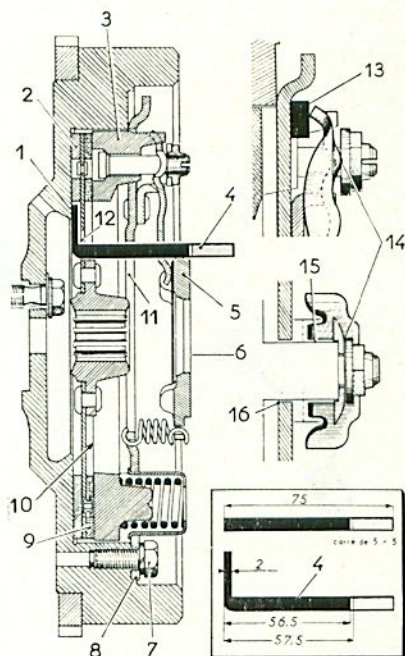
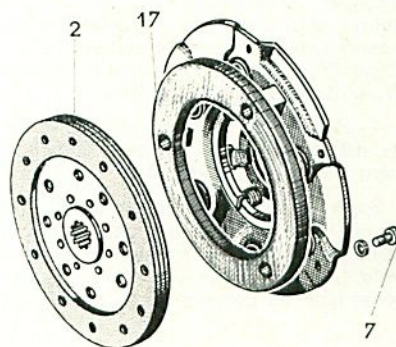

Figure EMB 3.
Figure EMB 4.
REPLACEMENT DU MECANISME OU DU DISQUE D'EMBRAYAGE (fig. Emb 3 et 4)
La méthode ci-dessous donne une indication générale sur l'état d'usure du disque et du mécanisme d'embrayage. Préparer une pige (4) dans de l'acier doux carré de 5 × 5, suivant les cotes de la fig. Emb 3. Graver deux traits de repère à 56,5 et 57,5 sur les quatre faces de la pige. L'es-
Desserrer progressivement, en diagonale les six vis (7) fixant le mécanisme (17, fig. Emb 4) sur le volant, et déposer le mécanisme et le disque (2).
Il ne doit pas y avoir de méplat en (14, fig. Emb 3) sous les rondelles d'appui. Vérifier s'il n'y a pas eu de matage en (15) sur les doigts de guidage des leviers.
Poser les six vis (7, fig. Emb 4) fixant le mécanisme sur le volant, les serrer progressivement en diagonale, tout en vérifiant l'emboîtement du plateau de fermeture dans le centrage du volant, en (8, fig. Emb 3). Bloquer ces vis à $2,5 \pm 0,5$ m.kg.
Nota. — En cas de pose d'un mécanisme neuf, prendre soin de chasser avec un tournevis les trois cales (13, fig. Emb 3).